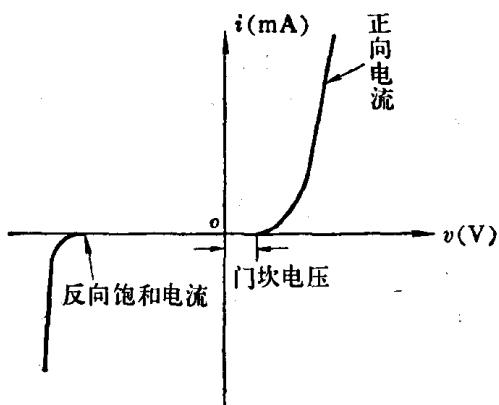

图 1.3-1
- (1) 二极管结构: PN 结
- (2) 二极管伏安特性: 二极管伏安特性直观地表现了单向导电性能, 如图 1.3-1 所示。